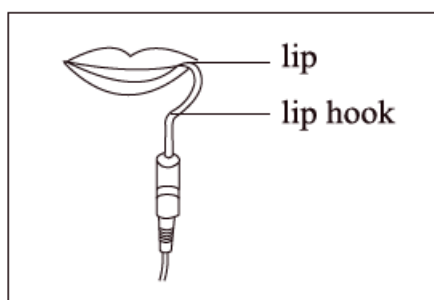

Рисунок 19
4.2.4 Повесьте загубник на губе, убедитесь, что он контактирует со слизистой оболочкой полости рта в качестве электрода сравнения [Рисунок 19].